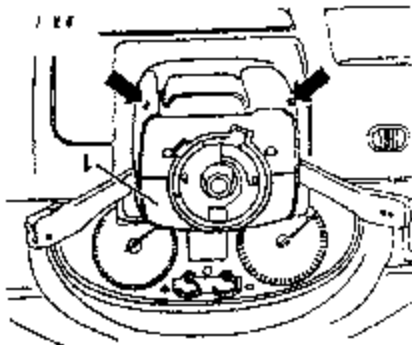

图 11-78 拆除转向柱开关面板
- ②如图 11-78 所示。把两个十字槽头螺钉松开。拆除转向柱上的开关的面板 1。